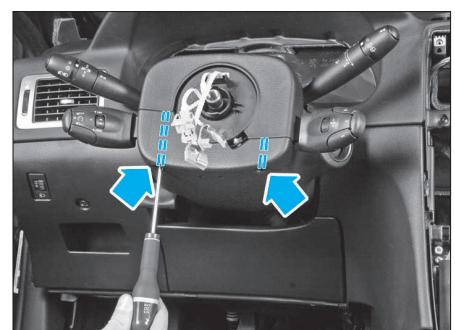

FIG. 25
- Déposer les vis (5) de fixation avant (Fig.25).
- Déposer le cendrier arrière (6) avec son support.
- Extraire l'interrupteur à clé (7) d'inhibition de l'airbag passager, le débrancher puis le déposer.
- Déposer la vis (8) dissimulée sous une garniture en caoutchouc.
- Déposer la garniture (9) sous le levier de frein de stationnement.
- Extraire l'allume-cigarette (10), le débrancher puis le déposer.